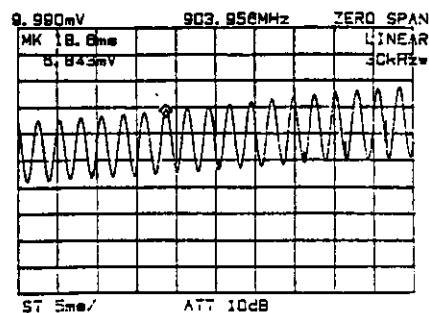

図 4-6 隣のピークの時間表示との差を読む
手順⑬ つぎのピークにマーカを移動させ、そのマーカの時間表示と⑫での時間表示との差 T(s)を求めます。この例では、18.6-16.0 = 2.6 (ms)と求められます (図 4-6)。